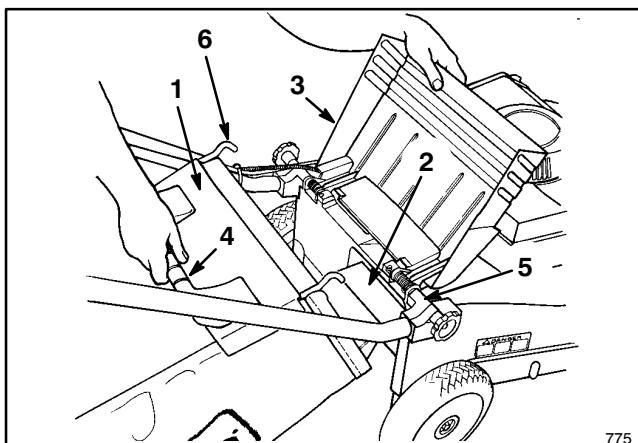

Abbildung 5
1. Die Auswurfklappe anheben, den Ansatz des Sacks in die Auswurfoffnung schieben und den Sackrahmen auf den Haltebolzen am Gehäuse schieben (Abb. 5).